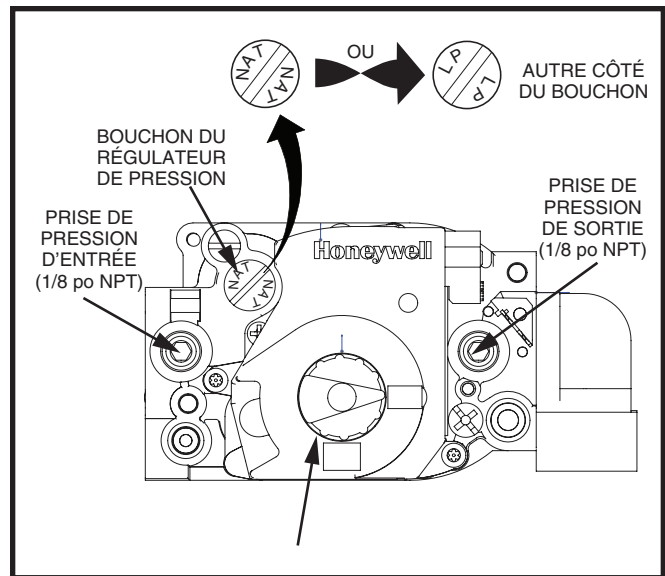
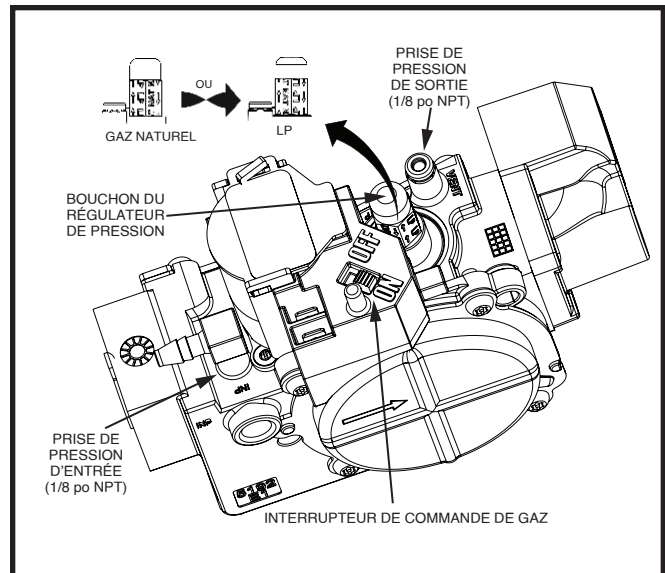

Figure 29. Robinet de gaz Honeywell/Resideo
Figure 30. Valve de gaz Copeland
- Des bouchons (1/8 po NPT) pour connexion de jauge sont présents sur la soupape de gaz. Consultez la Figure 29 et la Figure 30 pour les emplacements.
6. Dévissez le bouchon du régulateur de pression et cherchez les lettres NAT ou LP. Consultez la Figure 29 et la Figure 30 \(page 17\).